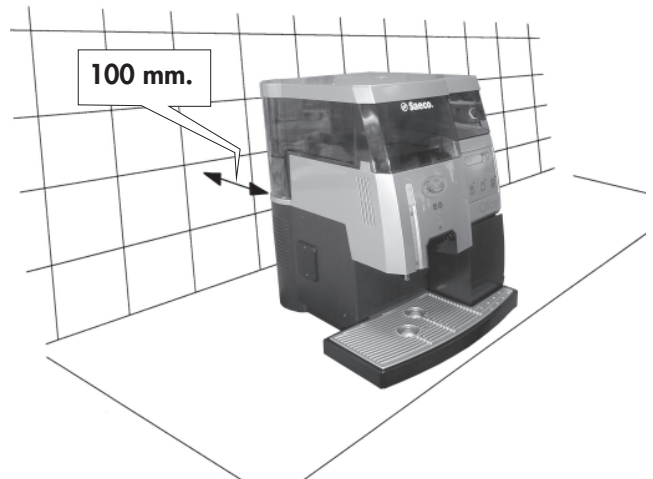

Abb. 3
- für einen Mindestabstand von den Automatenwänden, gemäß Abbildung 3, sorgen.